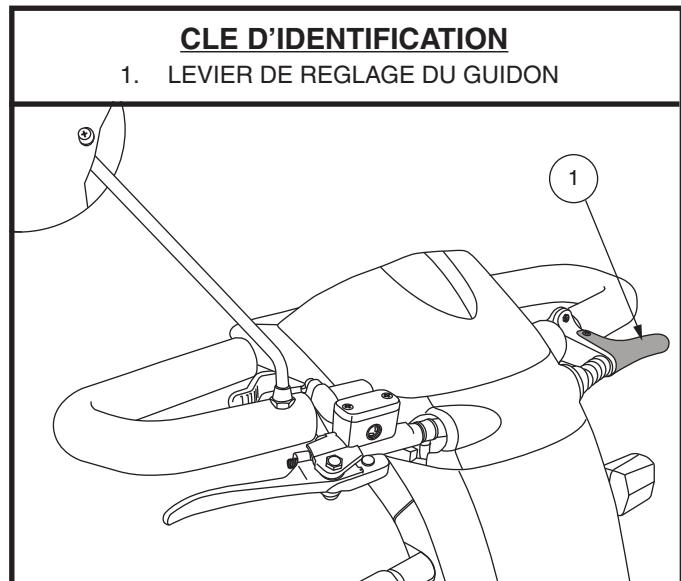

Figure 17. Levier de Réglage de Guidon
1. Appuyez sur le levier de réglage du guidon. **Voir la figure 17**